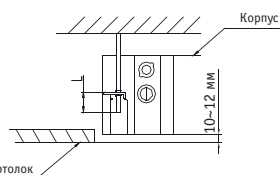

Рис. 6
- Отрегулируйте положение блока, чтобы зазоры между сторонами блока и потолком были одинаковыми. Нижняя часть блока должна располагаться на 10 – 12 мм глубже поверхности потолка. (См. рис. 6)